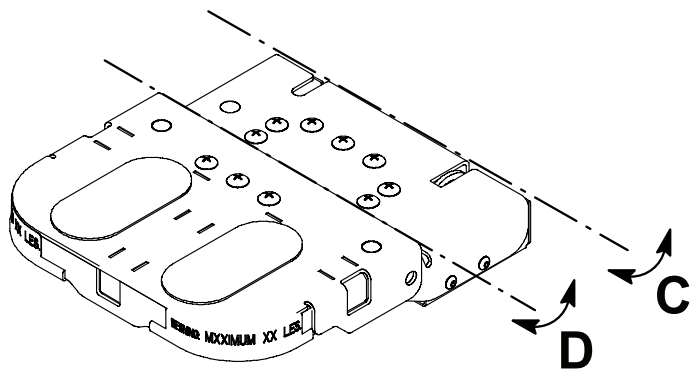
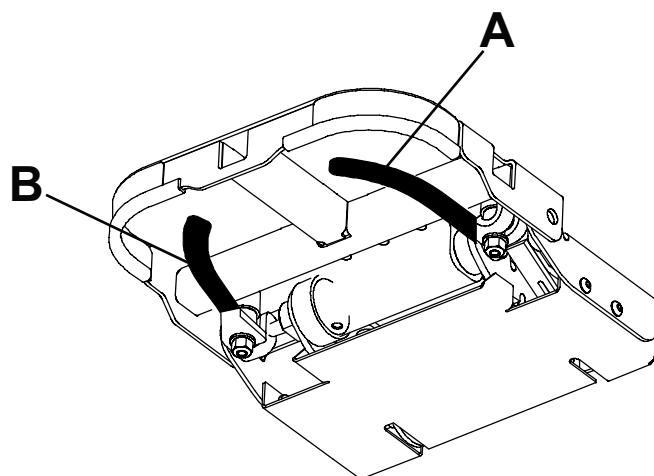

图 4 - 旋转头板
图 5 - 把手位置
- 把手 (A) (图 5) 释放一个插门，并在轴 (C) (图 4) 上旋转头板。
- 把手 (B) (图 5) 释放另一个插门，并在轴 (D) (图 4) 上旋转头板。